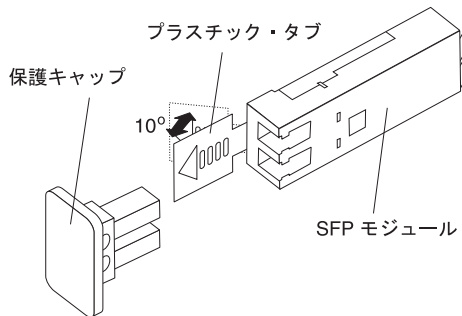

図 32. SFP モジュールのアンロック - プラスチック・タブの場合
- a. プラスチック・タブを下方に 10° 引いて SFP モジュールをアンロックします (図 32 を参照)。